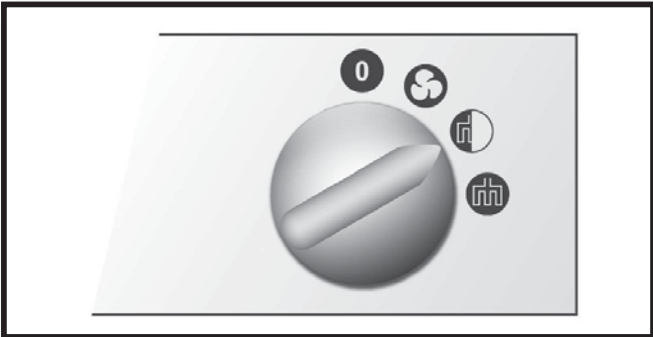

Fig. 6
► Ngrohje e shkallës së parë – fig. 6